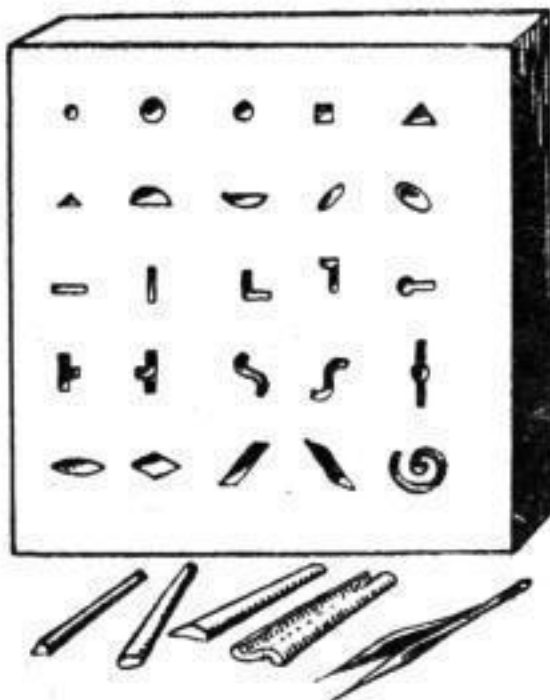

Abb. 1.
a) Sortieren: In einem Metallklotz von 5 qcm bei 1 cm Stärke sind eingeschnitten Rundungen, eckige Aussparungen usw. Hierzu passen entsprechende Dübel, die in die Aussparungen einzupassen sind. Die Durchmesserbewegensich beiläufig zwischen 2 und 5 Millimeter. Es werden 25 derartiger, teilweise nur durch feinste Unterschiede getrennte Teilstücke eingesetzt in den Metallblock. Es soll mit einer Pinzette gearbeitet werden. Höchstzeit 20 Minuten. Nach Erledigung der Aufgabe nimmt der Prüfling die Teilstücke wieder heraus. Das Ganze befindet sich in einem hölzernen kleinen Schutzkasten (siehe Abb. 1).